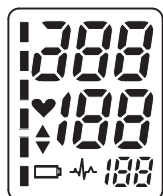

Рис. 3
① **Примечание:** Используйте только клинически апробированные оригинальные манжеты!
- После наложения манжеты и расположения вашего тела в правильном положении нажмите на кнопку «СТАРТ». Раздастся звуковой сигнал и начнется проверка всех символов дисплея. См. рис. 3. Обратитесь в сервисный центр, если хотя бы один сегмент отсутствует.